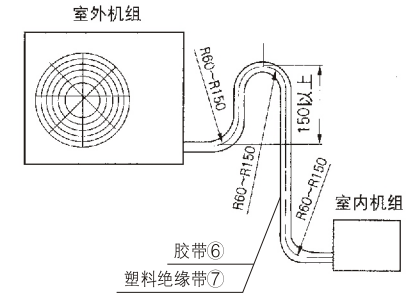

图7
(2) 安装时如必须加长连接铜管，请按第32页表(2)要求选择。
(3) 室内、外机高度差必须小于5米。
(4) 当室外机比室内机高时，必须将铜管弯制“回油弯”如图7。
(5) 请将带波纹一端的接管安装在室内侧。